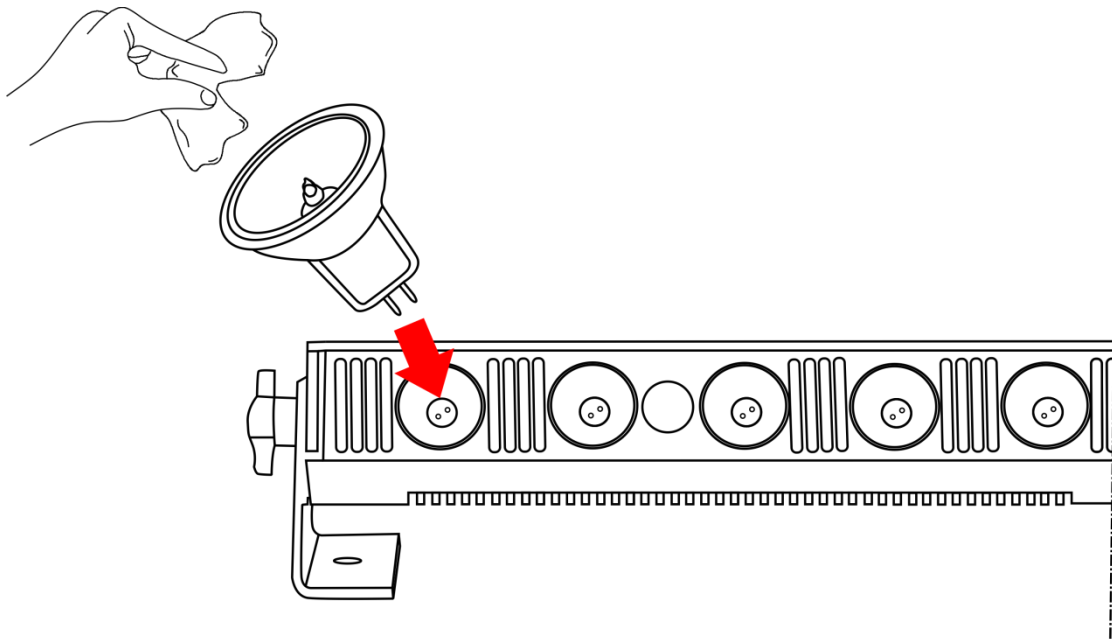

Abb. 02
- 03) Setzen Sie die Lampen ein (Abb.02).